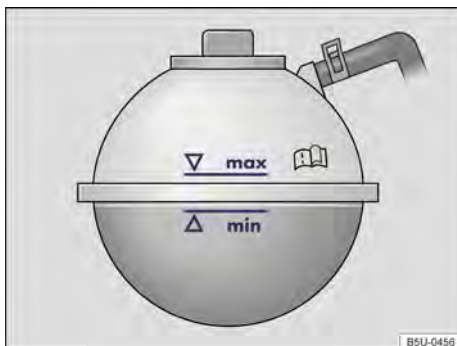

Fig. 204 No compartimento do motor: marcação no reservatório de expansão do líquido de arrefecimento do motor.
- Com o motor frio, verificar o nível do líquido de arrefecimento do motor pela marcação lateral do reservatório → Fig. 204.
- O nível do líquido de arrefecimento do motor deve permanecer dentro da marcação do reservatório → Fig. 204. **Não completar acima da marca "max" → .**
- Completar com líquido de arrefecimento do motor somente até a marca "max" → Fig. 204. Caso contrário, ao aquecer-se, o líquido excedente será expulso do sistema de arrefecimento do motor e poderá causar danos.